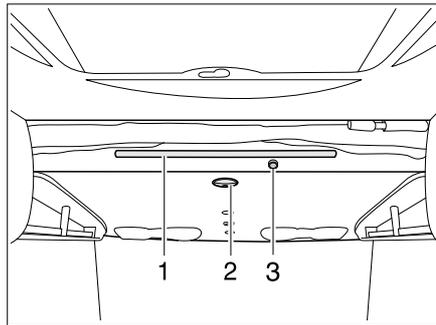
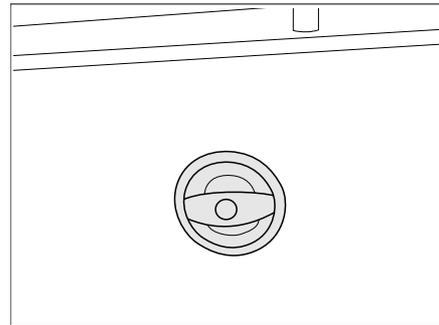

Bild 105 Hubbett manuell
Bild 106 Griff Hubbett
- Den schwarzen Griff (Bild 105,2 und Bild 106) an der Unterseite des Bettes drehen, um die Verriegelung zu lösen.
- Das Hubbett mit beiden Händen am Stangengriff (Bild 105,1) in einem Bogen nach unten ziehen, bis es hörbar einrastet.
- Den Knopf an der Vorderseite des Hubbettes (Bild 105,3) drücken, um den ausziehbaren Lattenrost zu entriegeln.
- Mit beiden Händen am Stangengriff (Bild 105,1) ziehen, um die Bettfläche zu vergrößern.